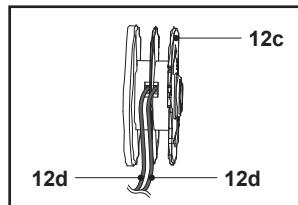

Fig. 25
5. Dirijează un capăt al noilor fire de tăiere (12d) prin micile inele de pe bobină (12c) în direcția săgeților (fig. 25).